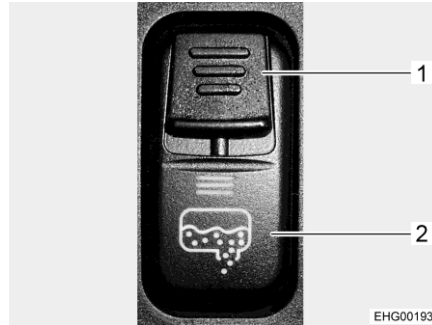

Fig. 211 Interruptor basculante (descarga de aguas residuales)
- Empujar el interruptor deslizable de seguridad (Fig. 211,1) en el interruptor basculante hacia abajo y, al mismo tiempo, pulsar la parte inferior del interruptor basculante (Fig. 211,2). De este modo, se abrirá la válvula de aguas residuales y se vaciará el depósito de aguas residuales. El LED estará encendido mientras que esté abierta la válvula de aguas residuales.